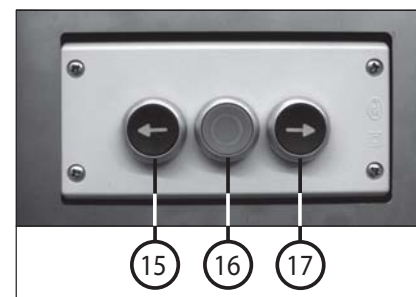

Fig. 8
Non comprimere mai bombole di gas, bombole spray, ecc. (pericolo di esplosione)! Il materiale non confidenziale può essere anche alimentato a mano direttamente al compressore. Se necessario, riportare indietro il punzone pressore nella sua posizione iniziale (chiudere la porta di riempimento e azionare il pulsante „Punzone indietro“ (17) (fig. 8) e procedere nel modo seguente:
3. Chiudere la porta di riempimento e azionare il pulsante „Punzone avanti“ (15) (fig. 8). Il punzone pressore (32) avanza (corsa di compressione), comprime il materiale e ritorna indietro nella sua posizione iniziale. Dopodiché, si può continuare l'alimentazione.